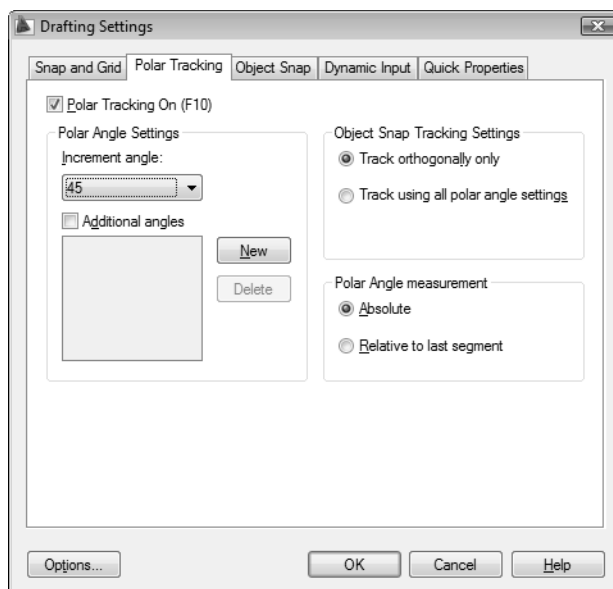

Рис. 5.11. Вкладка Polar Tracking диалогового окна Drafting Settings
3. В появившемся окне Drafting Settings (Режимы рисования) перейдите, если нужно, на вкладку Polar Tracking (Отслеживание), раскройте в группе Polar Angle Settings (Полярные углы) список Increment angle (Шаг углов) и выберите из него значение 45, как показано на рис. 5.11. Щелкните на кнопке ОК для закрытия окна Drafting Settings.